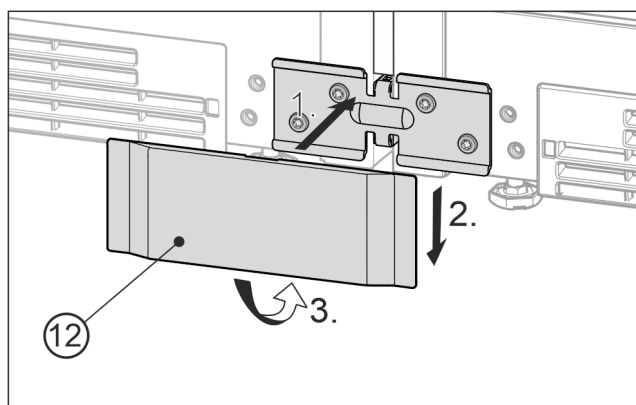

Fig. 24 Przykładowa prezentacja
- ▶ Dolną pokrywę Fig. 24 (12) założyć od przodu na kątownik Fig. 24 (1), dosunąć do dołu Fig. 24 (2) i zazębnić od dołu Fig. 24 (3).